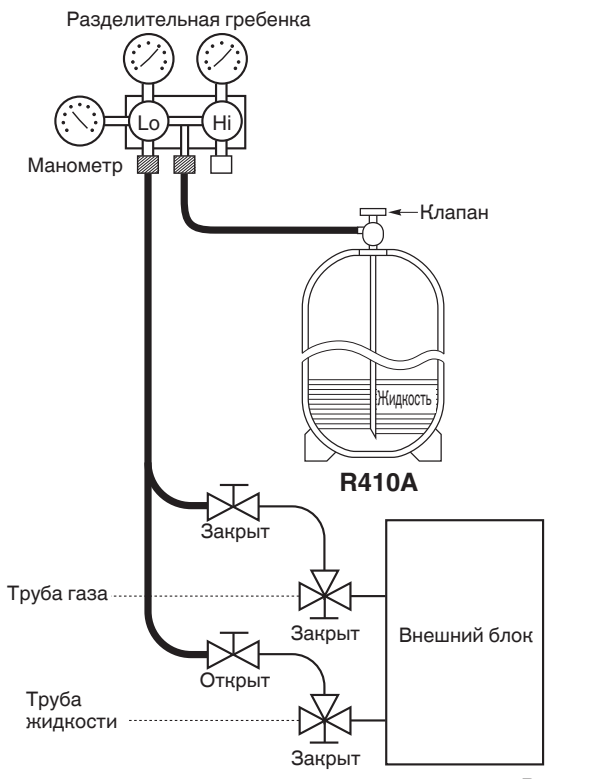

Рис. 6-5
- Заправьте дополнительное количество хладагента (рассчитанное исходя из длины трубы, как показано в Разделе 1-7 «Дополнительно заправляемый хладагент») с помощью сервисного клапана трубы жидкости. (Рис. 6-5)